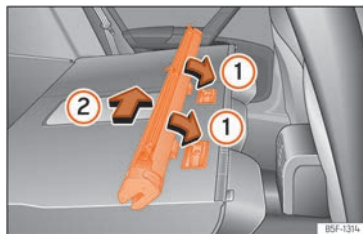

Fig. 127 Monter le filet de séparation sur le dossier de la banquette arrière.
- Placez la structure du filet sur les renforcements des rails de fixation dans le sens des flèches »» fig. 127 ①.
- Poussez la structure vers le côté gauche du véhicule dans le sens de la flèche »» fig. 127 ② et jusqu'à la butée.
- Tirez la structure du filet de 5 cm environ dans le sens contraire à celui de la flèche »» fig. 127 ②.
- Retirez la structure du rail de maintien en tirant dans le sens contraire à celui des flèches »» fig. 127 ①.